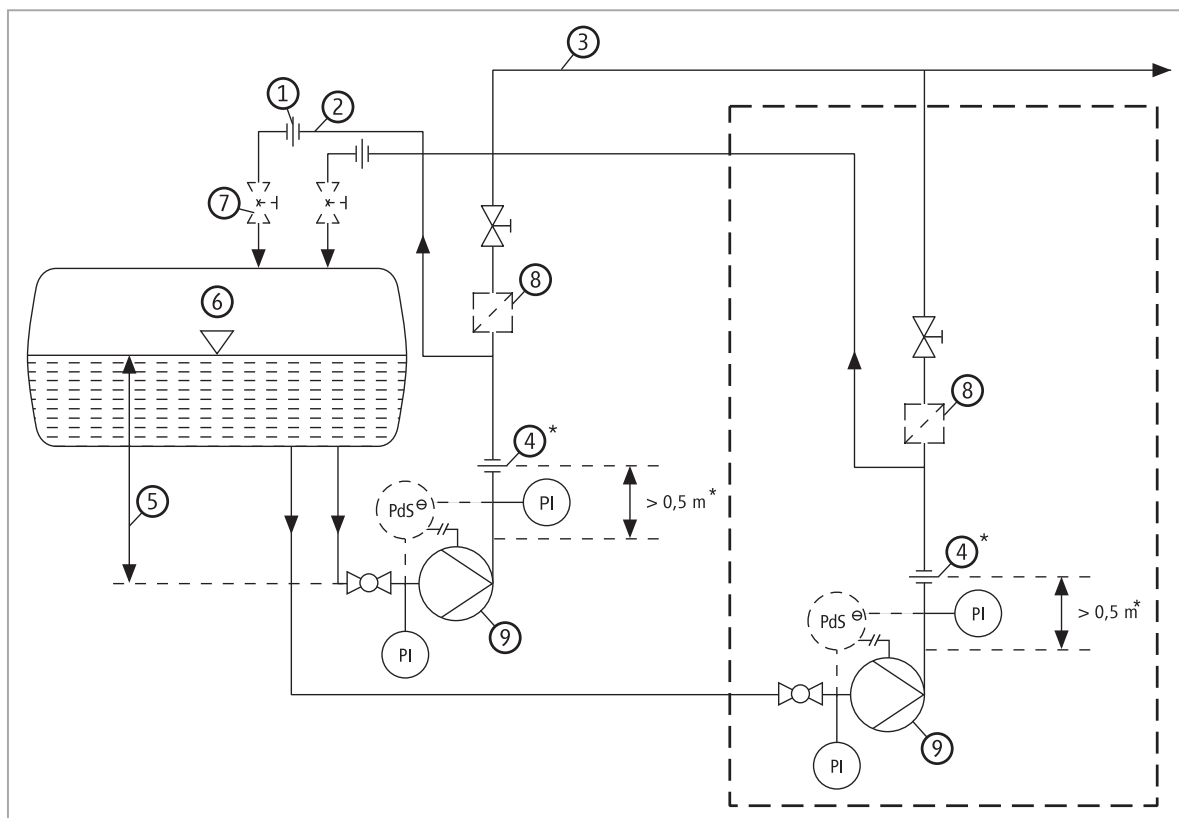

Abb. 3
Die Einhaltung des erforderlichen Minimal- und zulässigen Maximalförderstromes kann durch Verwendung eines By-Passes und entsprechender  $Q_{\min}$ - und  $Q_{\max}$ -Blenden gemäß Abb. 3 sichergestellt werden. Anstelle der  $Q_{\max}$ -Blende kann alternativ ein  $\Delta p$ -Pressostat verwendet werden, der beim Unterschreiten des minimal zulässigen Förderdrucks die Pumpe abschaltet (PdS). Die Abschaltverzögerung beträgt max. 10 sec.
- Der By-Pass dient im Stillstand als Entgasungsleitung. Die Pumpe darf nur eingeschaltet werden, wenn sich flüssiges Kältemittel in der Pumpe befindet. Dazu muss beim erstmaligen Füllen oder beim erneuten Starten der Pumpe solange gewartet werden, bis die Gehäuseteile im Temperaturgleichgewicht mit dem Zulaufbehälter sind. Bei Verwendung von Rückschlagventilen auf der Druckseite der Pumpe ist zu beachten, dass der By-Pass zur Ermöglichung einer automatischen Entgasung vor dem Rückschlagventil abzweigt wird (Abb. 3).
8. Bei Parallelbetrieb mehrerer Pumpen auf eine gemeinsame Druckleitung (Abb. 3) muss pro Pumpe je eine Bypass-Leitung vorgesehen werden. Dies ist erforderlich, damit das Gas, welches sich beim Stillstand einer Pumpe bildet, ständig abgeführt werden kann. Darüber hinaus ist bei dieser Installation die Mindestfördermenge jeder Pumpe unabhängig von deren Förderhöhe gewährleistet. Wird eine Pumpe als Reservepumpe verwendet, so sind in der Druckleitung Rückschlagklappen vorzusehen, um eine Rückströmung der Betriebspumpe über die Reservepumpe zu vermeiden. Die Reservepumpe sollte bei geöffneten Absperrventilen zweckmäßigerweise unter Flüssigkeit betriebsbereit gehalten werden. Die Bypass-Leitung ermöglicht eine Umschaltung von einer Pumpe auf die andere, oder eine Zuschaltung einer zweiten Pumpe ohne zusätzliche Betätigung von Absperrventilen.